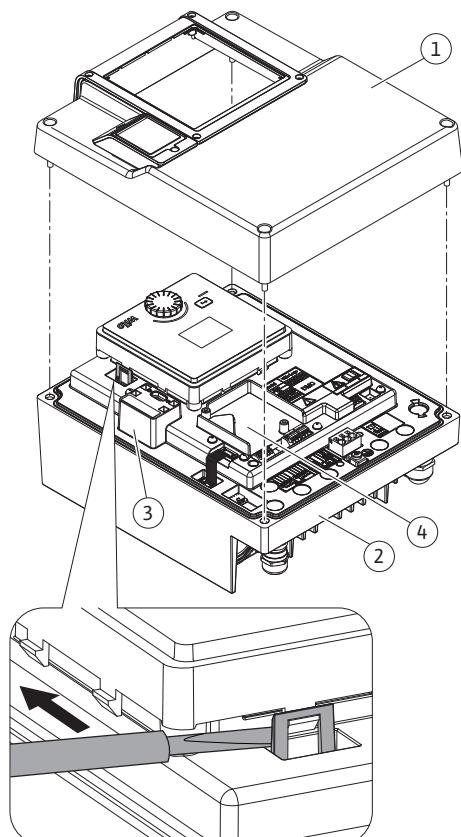

Fig. 26: Module électronique
Les modules CIF (accessoires) servent à établir une communication entre les pompes et la gestion technique de bâtiment. Les modules CIF sont enfichés dans le module électronique (Fig. 26, pos. 4).